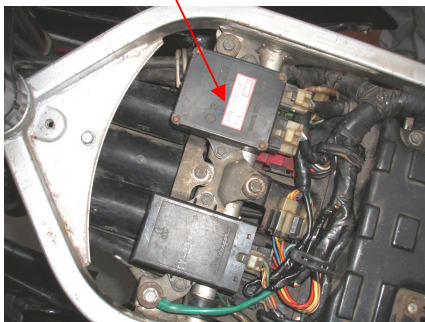

図1、ノーマルイグナイタを外す
- ①シート、左右サイドカバーを外し、ガソリンタンクを外してください。ノーマルイグナイタユニットを取外して下さい(図1)。そのコネクタ(6極、4極)に SP2 ユニットハーネスを使用して SP2 コントロールユニットを接続して下さい。ノーマルコイルのままエンジンを始動させ、作動を確認して下さい。ユニットは、水などが溜まらないようにスイッチ面を横向きに設置して下さい。
- ②ノーマルイグニッションコイル及びコイルカバーを外して下さい。
- ③8ページ「プラグコードコネクタ装着方法」に従ってプラグコードを SP2 コイルに装着して下さい。プラグコード／キャップはリーク防止のため、新品又は良品を使用して下さい。